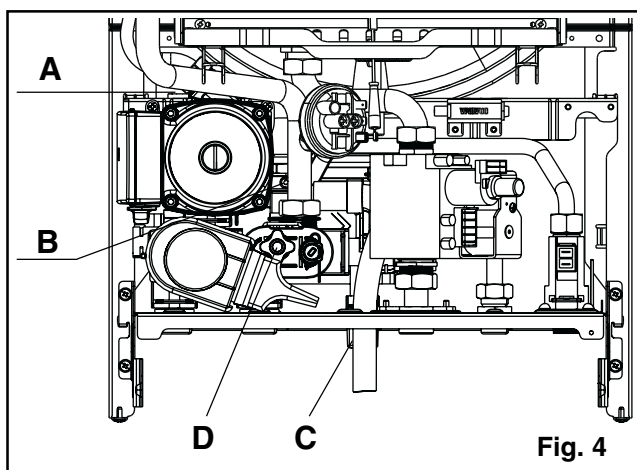

Fig. 4
- abrir unas dos o tres vueltas el tapón del purgador automático (A, fig. 4);
- aflojar la válvula de evacuación de la caldera (D, fig. 4)